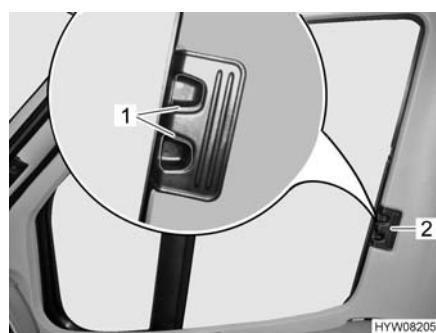

Fig. 34 Tendina oscurante pieghevole per il finestrino del conducente/ passeggero
- Comprimere le levette di bloccaggio (Fig. 34,1) e mantenerle in questa posizione.
- Con la levetta (Fig. 34,2) tirare le tendine oscuranti pieghevoli per il finestrino del guidatore e del passeggero verso l'altro lato della finestra e congiungerle alle strisce magnetiche.
- Inserire fino all'arresto le tendine oscuranti pieghevoli per il finestrino del guidatore e del passeggero per la maniglia (Fig. 34,2).
- Rilasciare le levette di bloccaggio (Fig. 34,1) e mantenerle innestate.